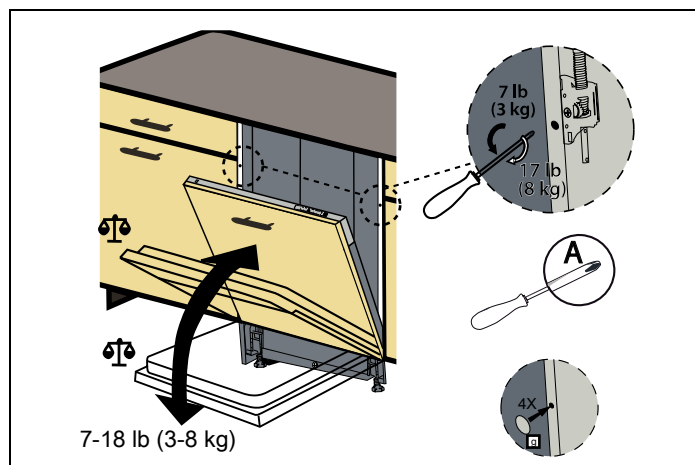

Fig. 23
8) Beroende på vikten på den monterade träluckan måste balansering utföras i mekanismen som visas i Fig. 23 .